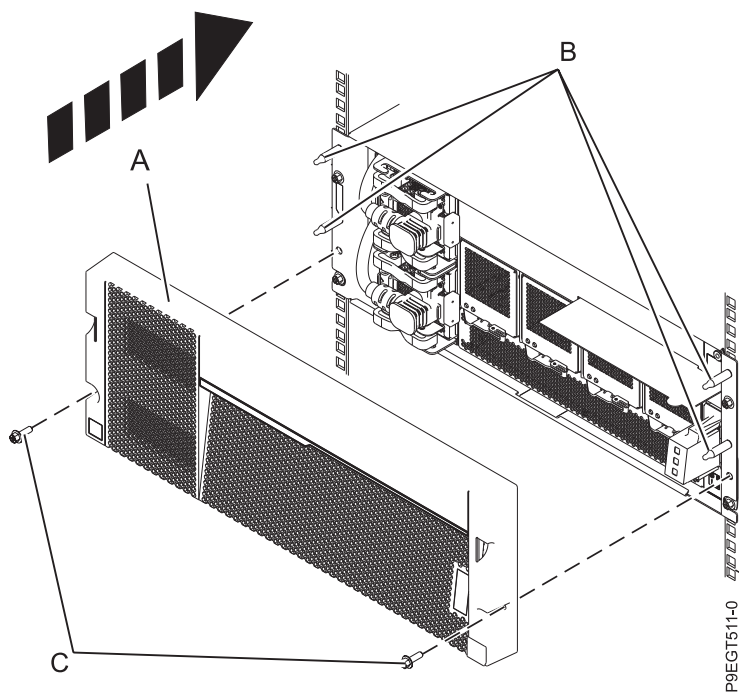

図 9. 前面カバーの再取り付け
4. 位置合わせピン (B) の上に前面カバーを押つけて、前面カバー (A) を再取り付けします。カバーを取り外したときにカバーにねじ (C) が付いていた場合は、そのねじを使ってカバーを固定します。図 9を参照してください。